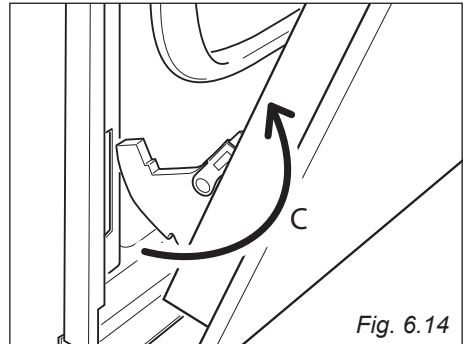

Fig. 6.14
- Estrarre i ganci delle cerniere (destra e sinistra) dal loro alloggiamento (freccia "C" - fig. 6.14).